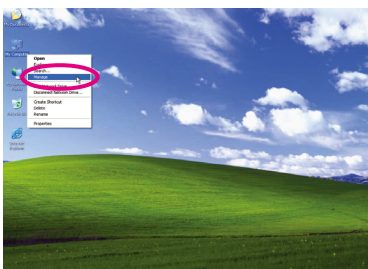
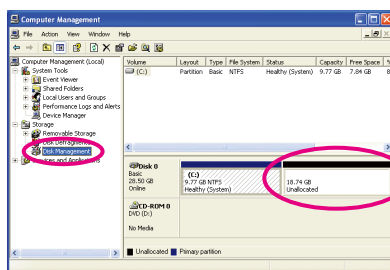

Figura 4
Figura 5
- Depois que sistema operacional for instalado, clique com o botão direito no ícone **My Computer (Meu computador)** na sua área de trabalho e selecione **Manage (Gerenciar)** (Figura 4). Vá em **Computer Management (Gerenciamento do computador)** para verificar a alocação do disco. Xpress Recovery2 salvará o arquivo de backup no espaço não alocado (listra preta no topo) (Figura 5). Nota que se não houver suficiente espaço não alocado, Xpress Recovery2 não pode salvar o arquivo de backup.